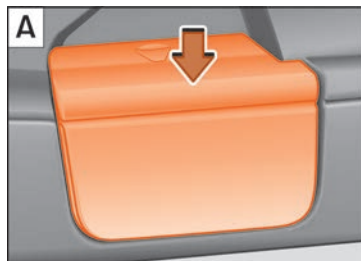

Abb. 169 Abdeckung der Aufnahme der Gepäckraumabdeckung abnehmen A und sicher verstauen B.
- Abdeckungen der Aufnahmen in den Seitenverkleidungen abnehmen »» **Abb. 169 A**. Dazu von oben auf die Abdeckung drücken (Pfeil) und Abdeckung abziehen.
- Öffnen Sie das Ablagefach in der Seitenverkleidung hinten links im Gepäckraum »» **Seite 180** und hängen Sie die Gepäckraumabdeckung an der Rückseite des Ablagefachdeckels ein »» **Abb. 169 B**.